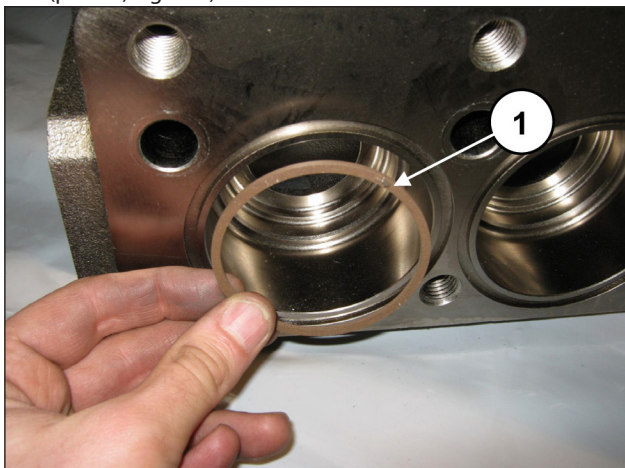

Fig. 153
Na aspiração, insira o anel de anti-extrusão, pos. de explosão nº.6 (pos. ①, Fig. 153).